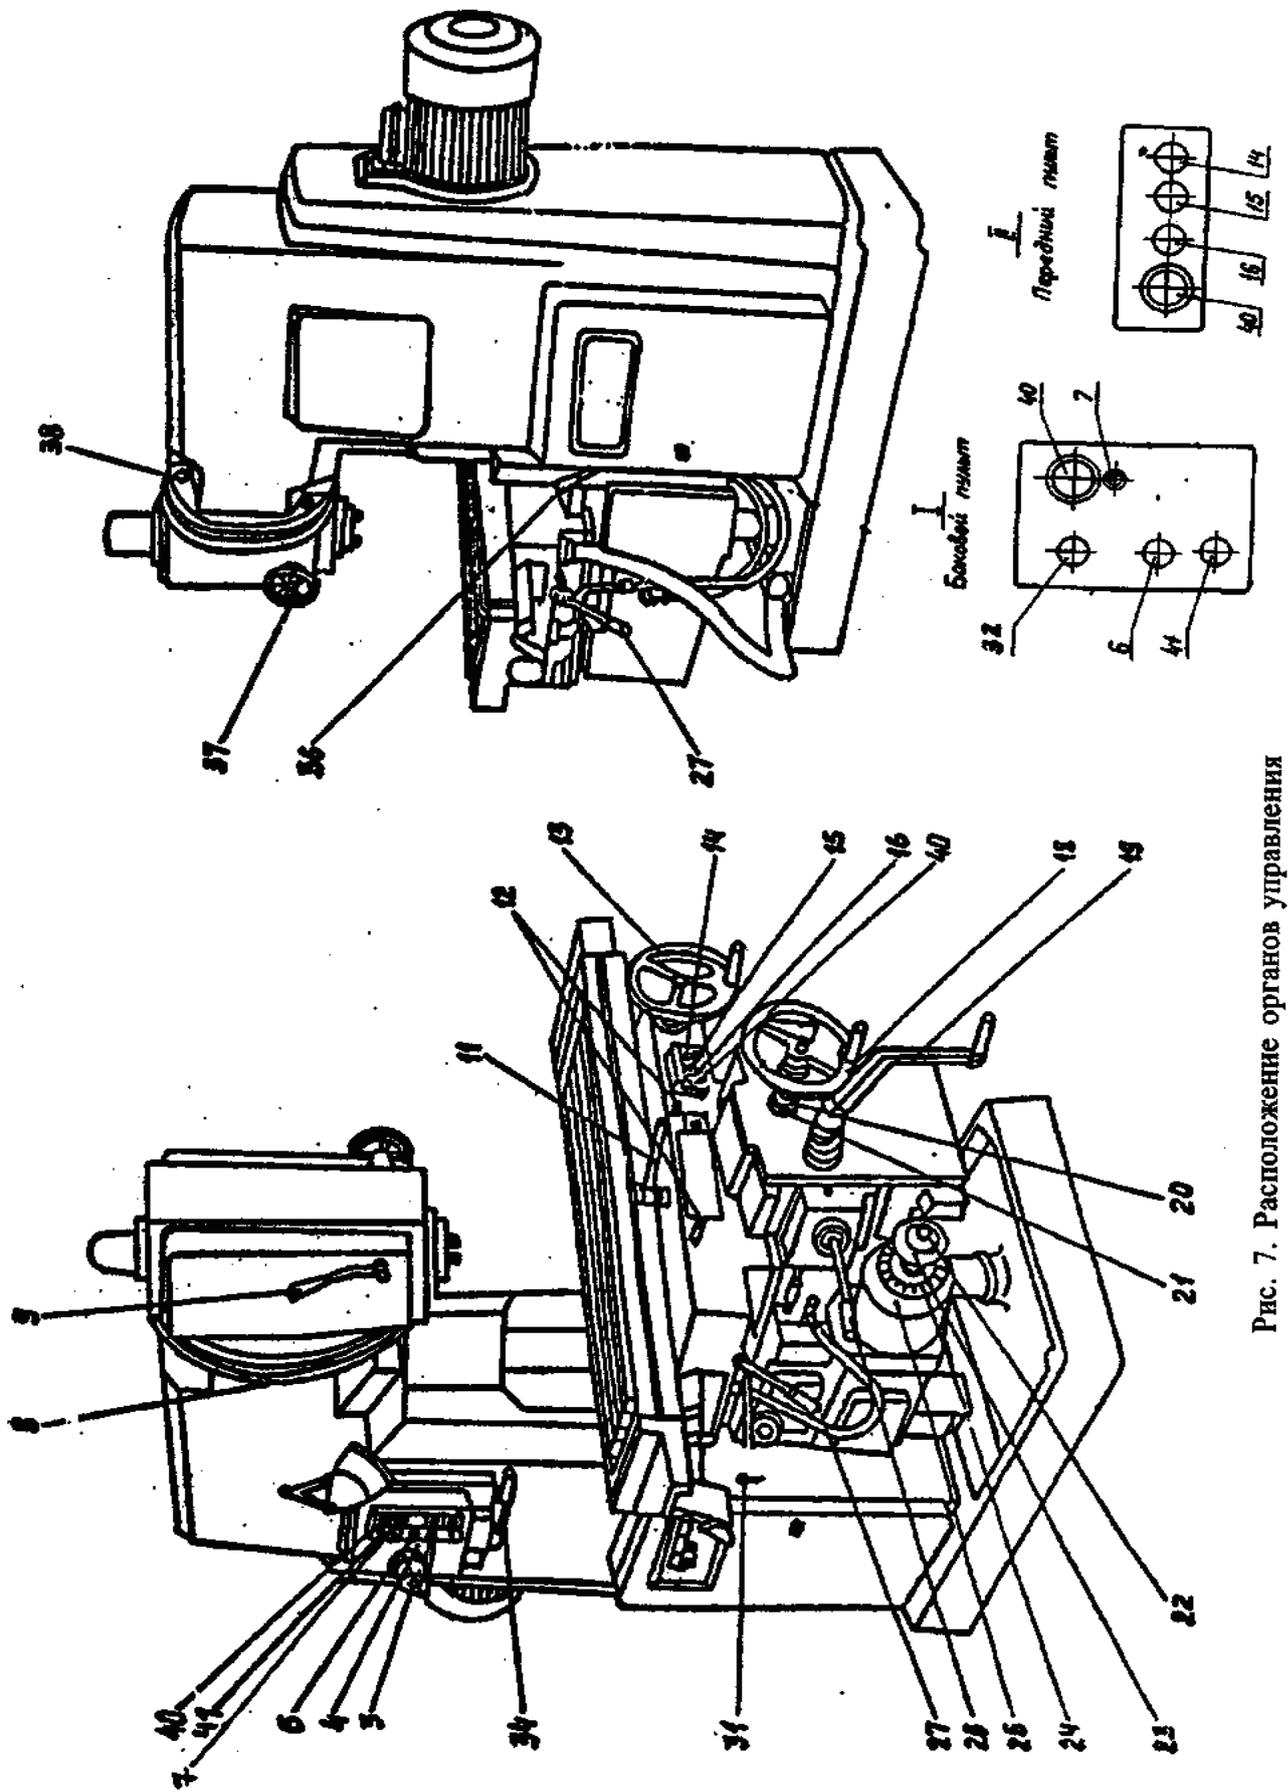

Рис. 7. Расположение органов управления
6.2. Общий вид с обозначением органов управления (рис.7)
Позиция см . рис. 7	Органы управления и их назначение